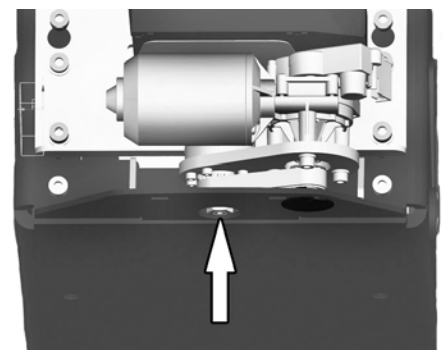

Abbildung 211. Entfernen Sie die Schutzabdeckung aus Gummi unter dem Fahrgestellkasten, um Zugang zur Achse der Sitzhöhenverstellung zu bekommen.
3. Verwenden Sie den mitgelieferten Schraubenschlüssel, um manuell den Winkel der Sitzhöhenverstellung anzupassen, d. h. um die Sitzhöhenverstellungsachse zu drehen. Der Zugang erfolgt durch die Bohrung in der Unterseite des Fahrgestellkastens. Siehe Abb. 211.